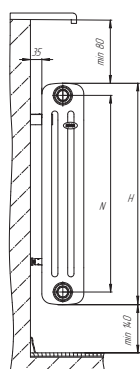

рис. 1
2.7 Для оптимальной теплоотдачи радиатора кронштейны должны обеспечивать положение прибора согласно рис. 1. Для крепления радиатора к полу, в местах где настенные кронштейны установить невозможно, используют напольные кронштейны рис. 8. Напольные кронштейны серийно производятся для 3-х колончатых радиаторов. Напольные кронштейны в комплектацию не входят и приобретаются отдельно.
6.1 При монтаже радиатора TUBOG необходимо выдерживать минимальные расстояния в соответствии с рис. 1. Схемы подключения радиаторов с боковым подключением приведены на рис. 2-5. Оптимальными схемами подключения являются рис. 4-5.